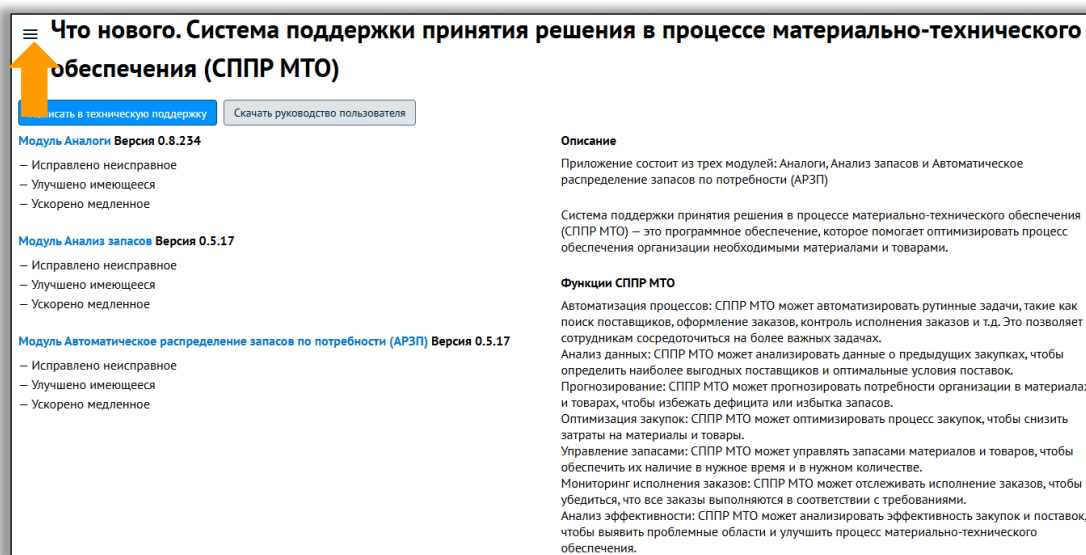

Рисунок 49 – Форма авторизации
1. Нажать кнопку «» (рисунок 49)